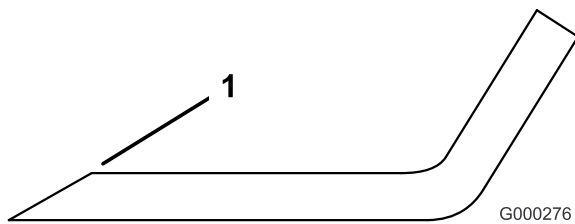

Bild 101
- Schärfen Sie alle stumpfen und ausgekerbten Schnittkanten (Bild 101).